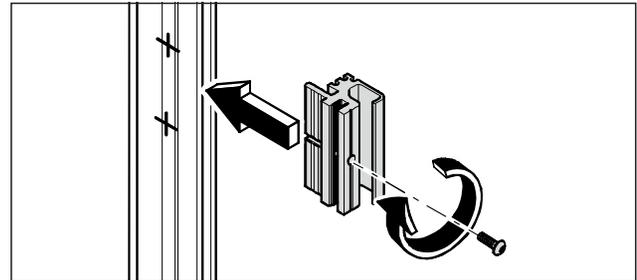

Abb. 33 Die Zargen-Klemmstücke auf der Bandseite anbringen.
5. Das Grundprofil für die Zarge ausrichten (Abb. 33).